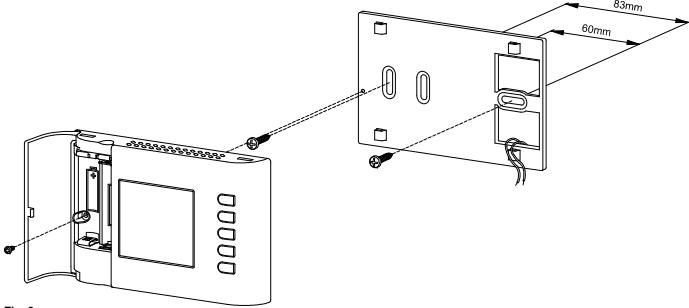
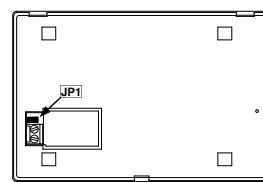

Fig. 2
Fig. 4
- Eseguire il collegamento elettrico dell'eventuale sonda remota, facendo passare i fili tramite l'apertura rettangolare della piastra a muro (Fig. 2), seguendo lo schema di collegamento di Fig. 5. Leggere il paragrafo 'CONFIGURAZIONE INSTALLATORE' per l'eventuale rimozione del ponticello JP1 (Fig. 4).